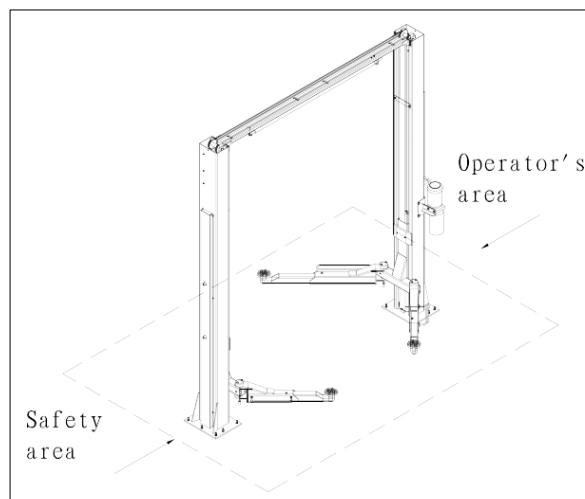
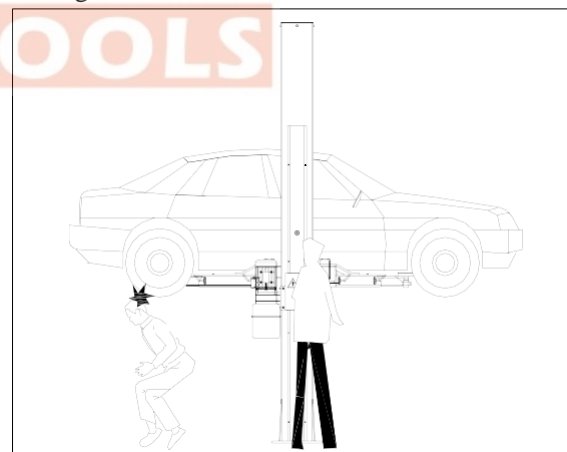

Bild 8: Arbeitsbereiche, Safety area = Sicherheitsbereich und Operator's area = Bedienbereich
Bild 17
Während der Hebe- und Senkbewegungen muss sich der Bediener im Bedienbereich gemäß Bild 8 aufhalten. Der Aufenthalt von Personen innerhalb des in derselben Abbildung gekennzeichneten Sicherheitsbereichs ist strengstens untersagt. Der Aufenthalt von Personen unter dem Fahrzeug ist nur bei hochgestelltem Fahrzeug (in LOCK-Position) erlaubt.
- ◆ Keine Personen während der Hubzeit der Hebebühne im Sicherheitsbereich verweilen. (**Bild 8**)
Beim Absenken der Hebebühne und des Fahrzeugs ist es Personen untersagt, den Bereich unter der Hebebühne (Sicherheitsbereich, Bild 8) zu betreten, siehe auch Bild 17. Der Bediener darf das Bedienen erst beginnen, wenn eindeutig festgestellt wurde, dass sich keine Personen im potenziell gefährlichen Bereich aufhalten.